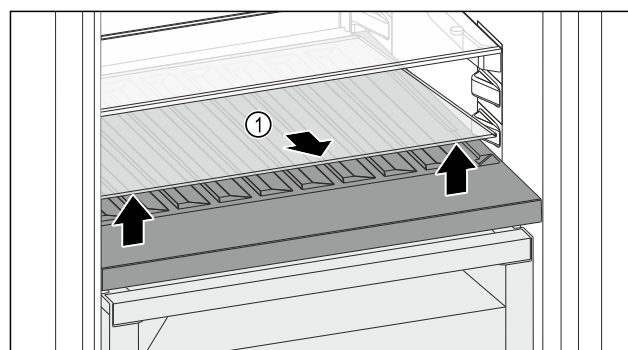

Fig. 108
- ▶ Glasplatte Fig. 108 (1) an der Aussparung vorne anheben und herausnehmen.
- ▶ Glasplatte Fig. 108 (1) außerhalb des Geräts sicher aufbewahren.